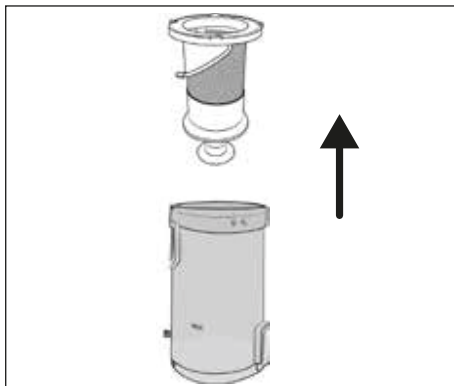

Fig. 19
- 4) Tag filteret af rustfrit stål **6** ud af støvbeholderen **7** ved at holde i åbningen på filteret af rustfrit stål **6** og tage det ud af støvbeholderen **7** (se fig. 19).